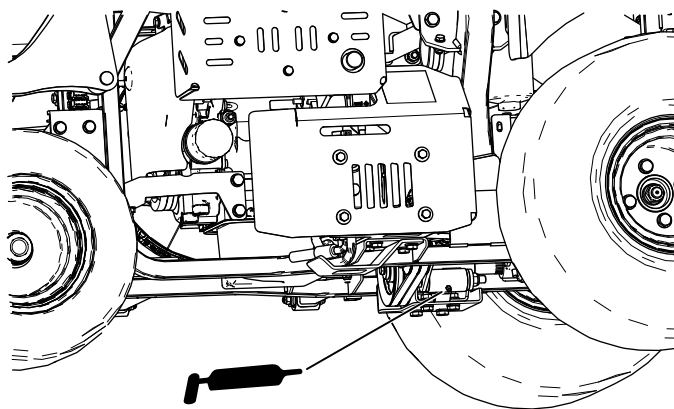

Figure 41
- Tendeur de transmission (Figure 41)